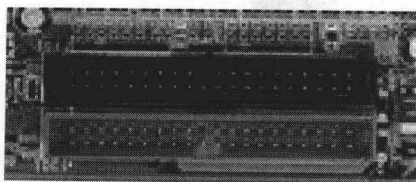

图 1-11 主板上的 IDE 接口
(9) 连接各类连线
① 安装硬盘和光驱数据线的步骤如下：
- c. 找到主板的 IDE 接口，如图 1-11 所示。确定 IDE1 的位置。